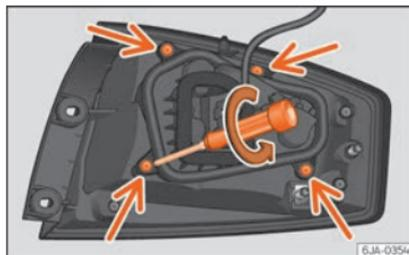

Fig. 100 Viti di fissaggio nella parte posteriore del fanale di coda
- Svitare le quattro viti di fissaggio del portalamпада in senso antiorario con il cacciavite in dotazione o una chiave Torx 20 (T20) » **fig. 100**. Fare attenzione a non perdere le viti di fissaggio del portalamпада.